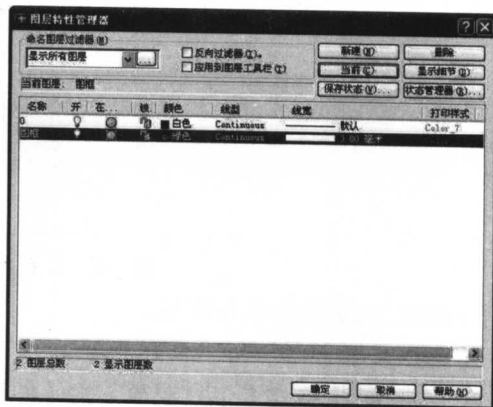

图 1-4 设置好的新图层
(2) 在该对话框中单击【新建】按钮，新建一个名为“图框”的新图层，设置该图层颜色为“绿色”，线宽为“0.80 毫米”，其他按默认设置。效果如图 1-4 所示。